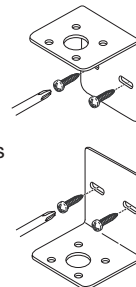

Figura 1
2. Seleccione el lugar en que colocará el filtro y apriete el soporte. El soporte puede ser instalado hacia arriba o hacia abajo, como se muestra en la Figura 1, usando los dos tornillos de montaje Phillips incluidos. Vea los "Requerimientos de Instalación" para evitar las áreas indicadas. Cerciórese de que haya 6.4 cm de espacio bajo el filtro para facilitar el cambio del cartucho. La posición del cartucho debe ser adyacente a la tubería de suministro de agua.